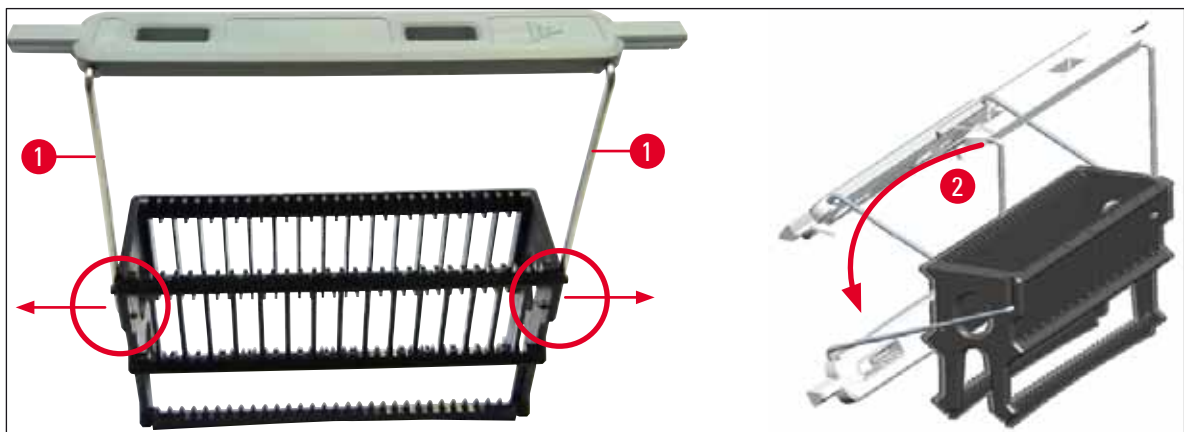

Fig. 69
- Påse at håndtaket er riktig plassert i øvre posisjon, sentrert ovenfor stativet (→ Fig. 69)